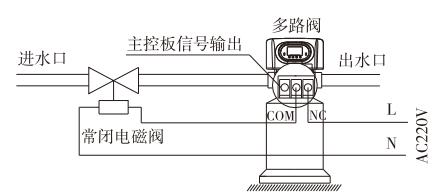
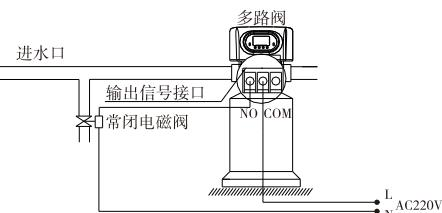

图3-3 控制进口电磁阀的接线图
图3-4 泄压端口的接线图
**应用说明：**当进水口压力高于0.6MPa时，在进水口串联接入电磁阀。输出控制模式设为b-02。在控制过程转换时进行关闭电磁阀，其接线如图3-3所示；也可利用泄压端口泄压，在进水口旁通管道串联接入电磁阀，如图3-4所示：